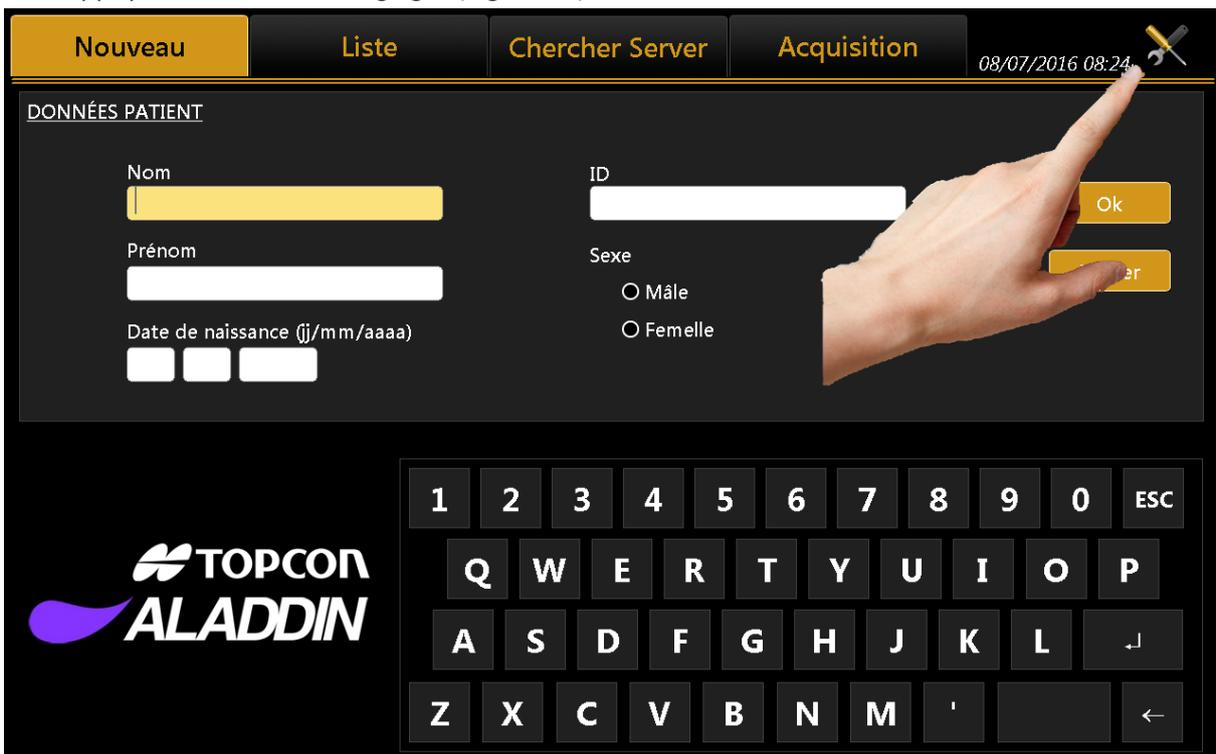

Figure 96
4. Appuyer sur l'icône des réglages (Figure 96).